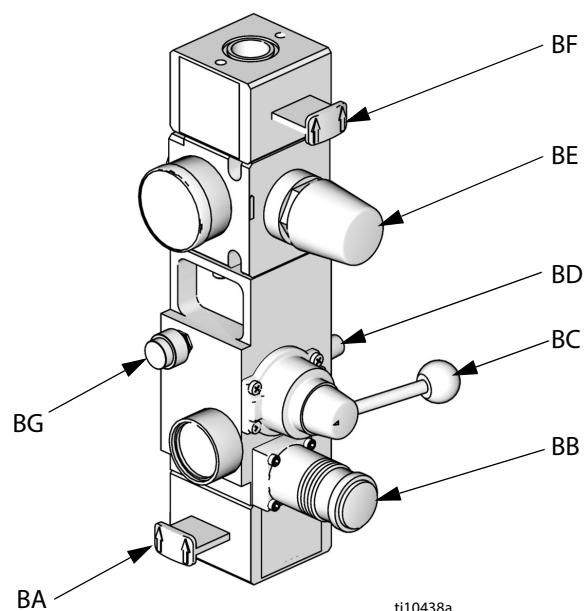

Рис. 4. Встроенные элементы управления подачей воздуха
(см. Рис. 4)
- Встроенные элементы управления подачей воздуха (J). См. Рис. 4.
- Электромагнитный клапан пневматического двигателя (AD). Электромагнитный клапан включен, когда выбранный плунжер включен и находится в рабочем режиме, режиме рециркуляции или режиме заправки. Электромагнитный клапан выключен, когда система выключена или находится в режиме снятия давления, либо когда плунжер неактивен и находится в режиме готовности. Индикатор электромагнитного клапана загорается при включении.